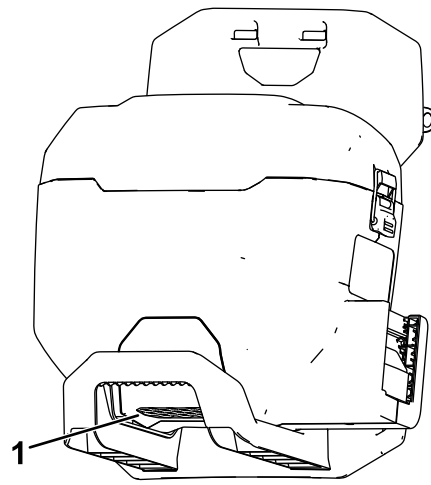

Bild 18
2. Vergewissern Sie sich, dass die Belüftungsöffnung an der Unterseite des Rucksacks frei von Staub und Schmutz ist (Bild 18).